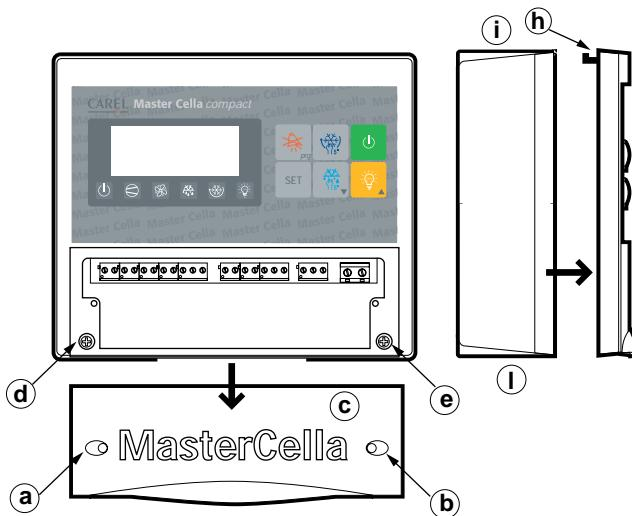

Fig. 1.2.1
Avec référence à la Fig. 1.2.1
2. Dévisser les deux vis frontales (voir Fig. 1.2.1, **a**, **b**) et enlever la petite porte centrale (**c**).
1. dévisser les deux vis (voir Fig. 1.2.1, **a**, **b**) et enlever le couvercle (**c**);